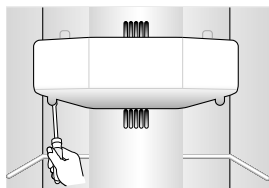

Figura 39
- Retire los 2 tornillos de la pantalla. (Figura 39)